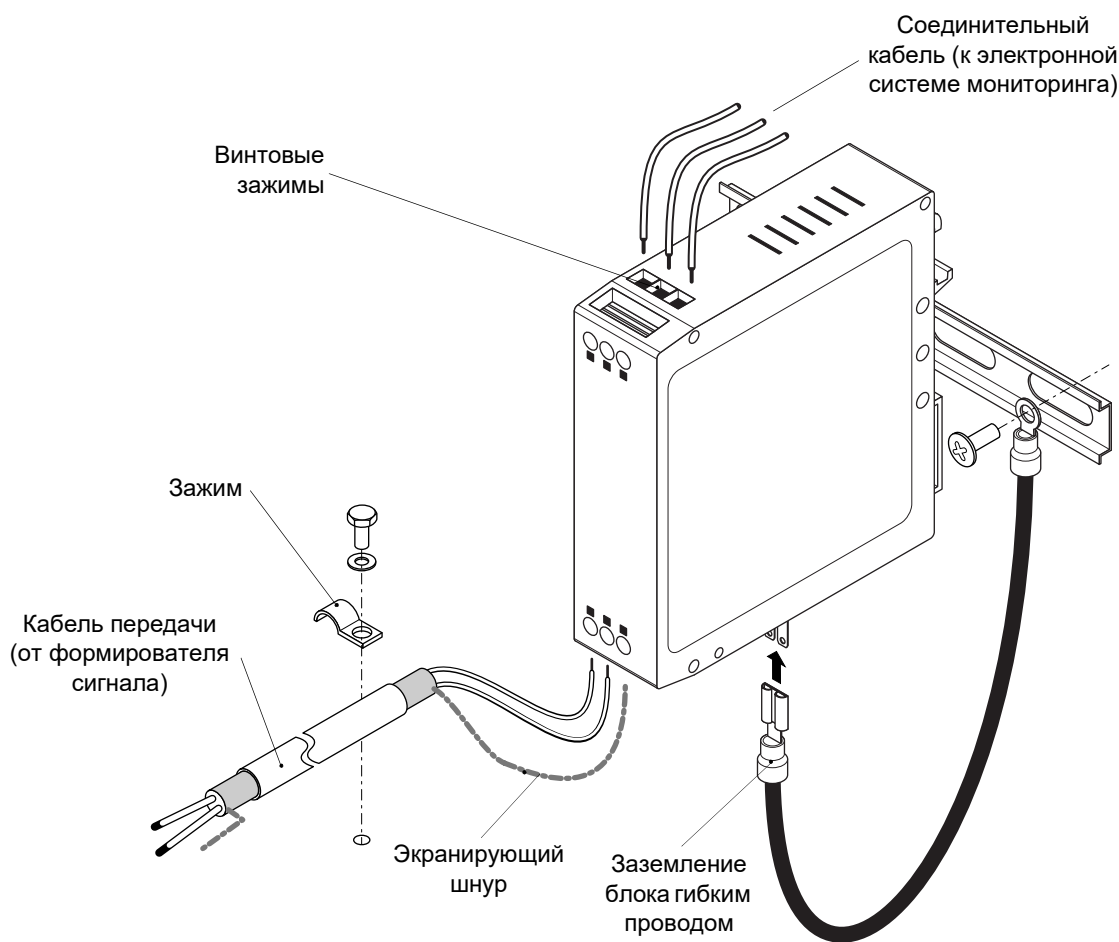

Рис. 5-3. Блок гальванической развязки GSI124
Блок гальванической развязки GSI124 обычно устанавливается в корпусе промышленного исполнения, стойке или шкафу. Кабель передачи от схемы на стороне датчика и соединительный кабель к схеме на стороне мониторинга подключаются к блоку GSI124 с помощью винтовых зажимов (см. рис. 5-3).
- 2- Идентифицируйте все подключенные к блоку GSI124 провода кабеля передачи со стороны датчика и соединительного кабеля в направлении стороны мониторинга. Обратитесь к рис. 5-3 и запишите в табл. 5-1 номер и (или) цвет каждого провода.
- 5- Отключите заземление, т. е. отсоедините обжатый черный гибкий провод от нижней стороны блока GSI124, а затем удалите его с DIN-рейки, так как для блока GSI127 он не требуется (см. рис. 5-3).